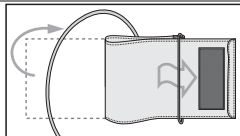

Рис.6
1. Продерните край манжеты примерно на 5 см в металлическое кольцо, как показано на рисунке (рис.6).